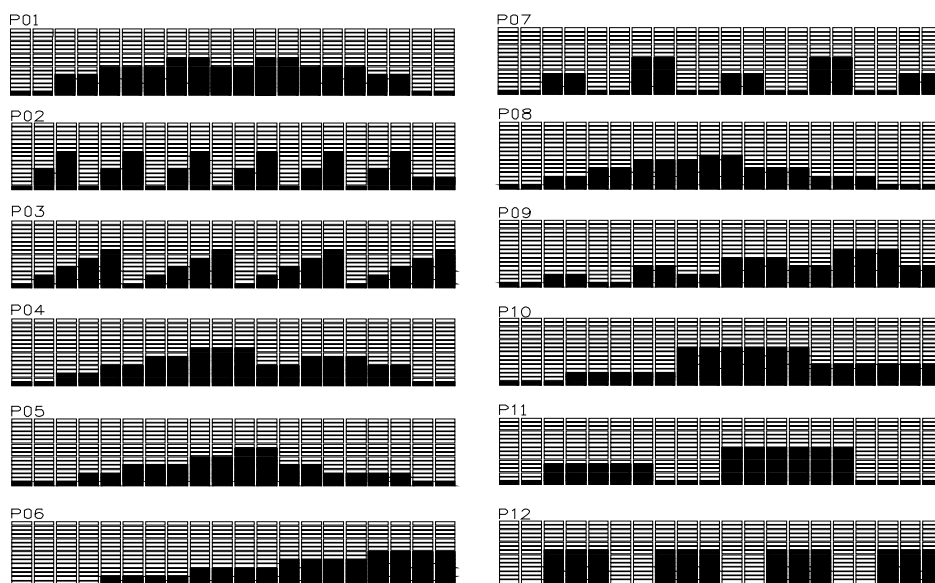

図 13
- ①ユーザーを設定後、プログラムの選択でプログラムモード（PROGRAM）を選択し決定（ENTER）を押します。
- ②プログラムを選択します。P 1～P 12のプログラムをジョグホイールで選択し、決定（ENTER）を押します。（図 13）
- ③目標値：時間（TIME）のみ設定できます。ジョグホイールで値を選択し、決定（ENTER）を押します。